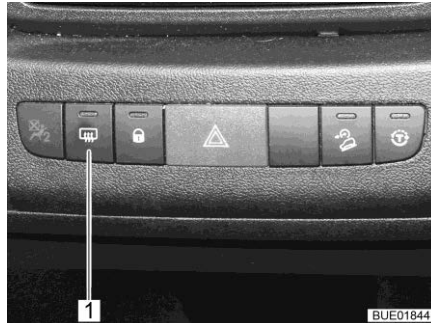

Bild 41 Schalter Außenspiegelheizung
- Den Schalter (Bild 41,1) am Armaturenbrett drücken. Die Kontrollleuchte im Schalter zeigt den Betrieb an.